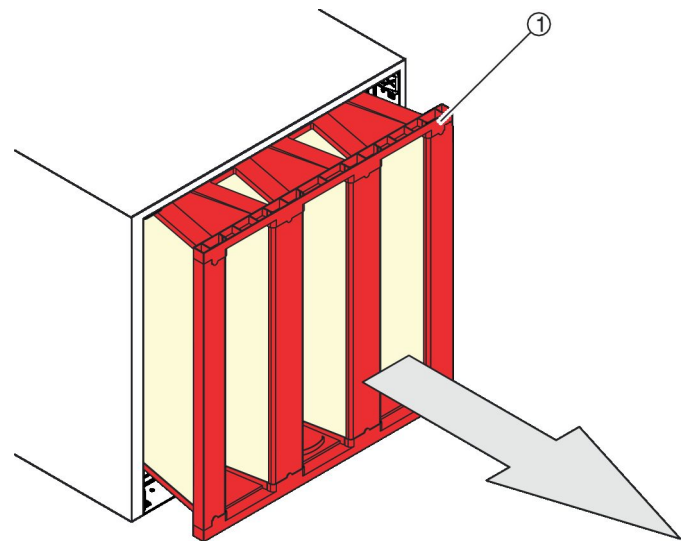

Abb. 54: Filterelement herausziehen
4. ▶ Das Filterelement ( Abb. 54 /1) nach vorn herausziehen.